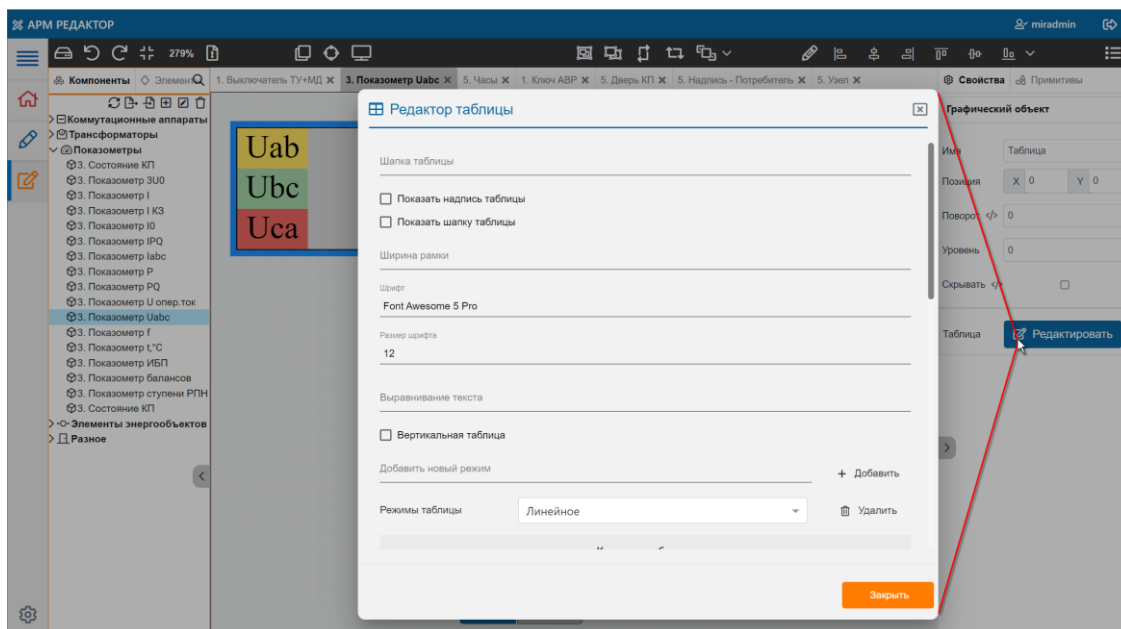

Рисунок 24
Создание компонента «Таблица» осуществляется на основе примитива таблицы в *Редакторе таблиц* (рисунок 24), открываемом одним из способов:
- задавать несколько режимов отображения таблицы: в поле *Режимы таблицы* (рисунок 24) выбрать одно из значений *Фазное/Линейное* или добавить новый режим с помощью кнопки + *Добавить* – данный режим будет доступен для выбора в столбце *Режим* (рисунок 25);